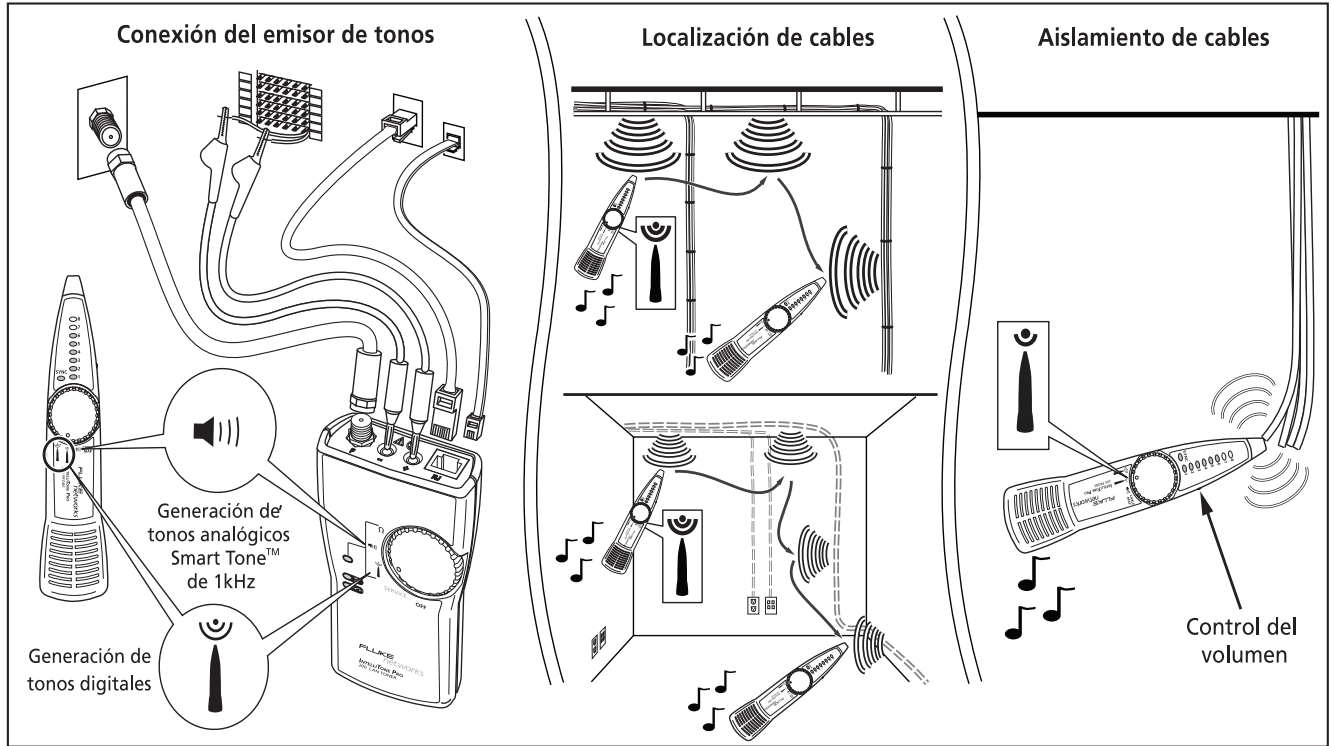

Figura 1. Localización y aislamiento de cables
- 1 Conecte el emisor de tonos IT200 a un conector hembra o a un bloque de conexión, como se muestra en la Figura 1.